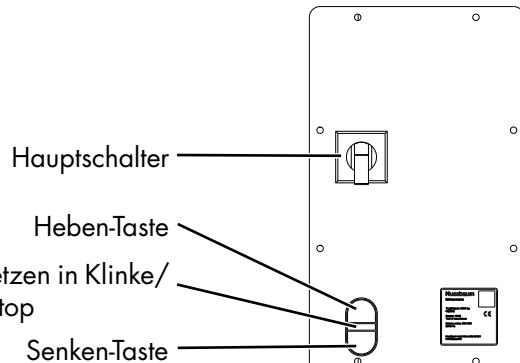

Bild 4: Bedieneinheit
- Das Fahrzeug solange anheben, bis die Räder frei sind. Taster Heben drücken → „Heben“ (siehe Bild 4)
- Das Fahrzeug solange anheben, bis die Räder frei sind. Bedienhebel nach vorne drücken → „Heben“ (siehe Bild 4)
- Die Hebebühne stoppt automatisch etwa 20 cm bevor sie die unterste Position erreicht. Um die Bühne ganz nach unten zu senken ist der Drucktaster „CE-Stop“ (Bild 4) zu drücken, dann kann die Bühne über langsames Ziehen des Bedienhebels ganz abgesenkt werden. Während des Absenkens ertönt ein Piepton.